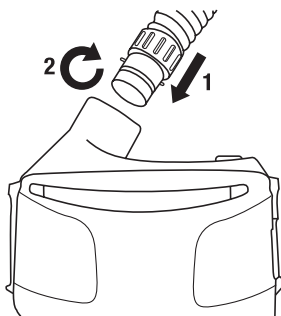

Fig. 8
1. Introduzca el extremo del tubo de respiración con la conexión tipo bayoneta (dos puntas pequeñas) en las ranuras paralelas en la salida de aire del motor/ventilador (Fig. 8).